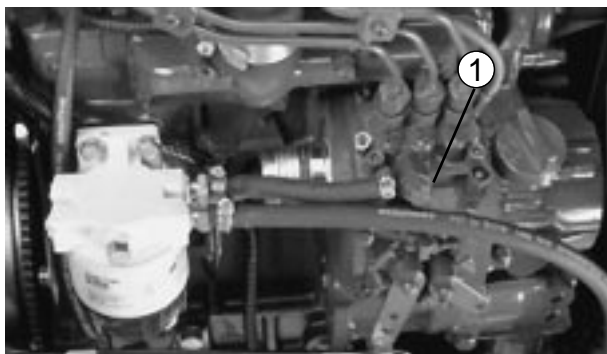

図40
3. 燃料噴射ポンプについているエア抜きネジをゆるめる（図40）